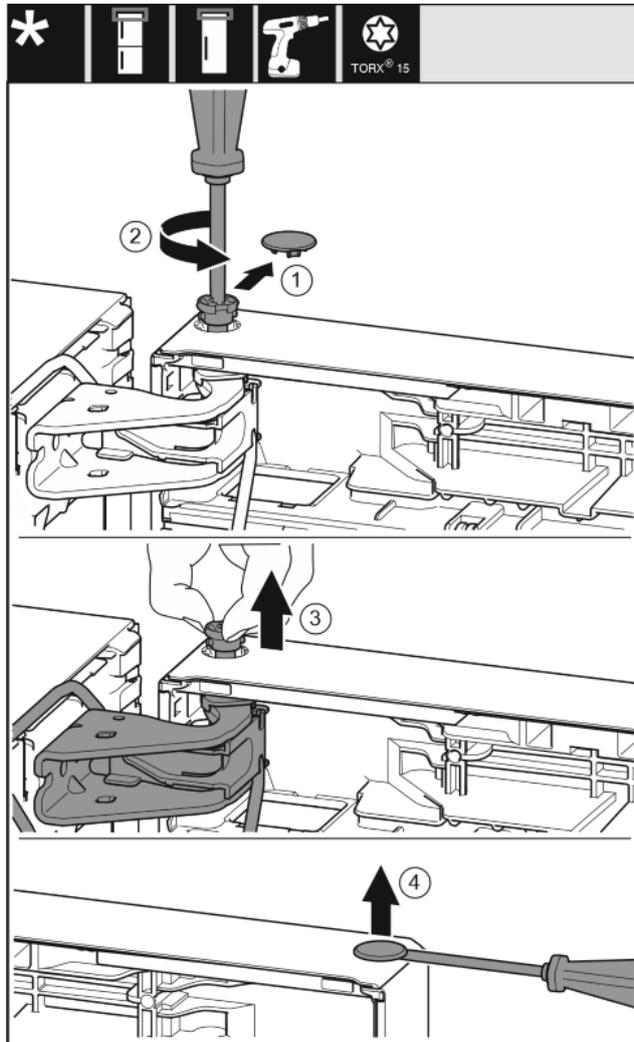

Fig. 18
- ▶ Enlever délicatement le cache de sécurité. Fig. 18 (1)
- ▶ Dévisser légèrement le boulon avec un tournevis T15. Fig. 18 (2)
- ▶ Tenir fermement la porte et sortir le boulon avec les doigts. Fig. 18 (3)
- ▶ Soulever délicatement le bouchon en dehors de la douille de palier de porte avec un tournevis plat et le sortir. Fig. 18 (4)